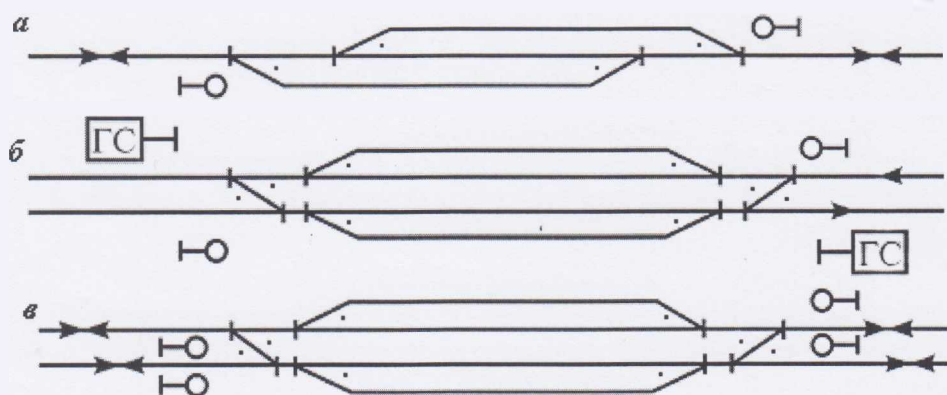

Рис. 9.4. Границы раздельных пунктов
- на однопутных участках — входные светофоры (рис. 9.4, а);
- на двухпутных участках по каждому в отдельности главному пути - с одной стороны - входной светофор, а с другой стороны – сигнальный знак «Граница станции», устанавливаемый на расстоянии не менее 50 м от предельного столбика или стыков рамных рельсов (рис. 9.4, б).
**На двухпутных участках**, оборудованных двухсторонней автоблокировкой, границей станции по каждому в отдельности главному пути являются входные светофоры (рис. 9.4, в).